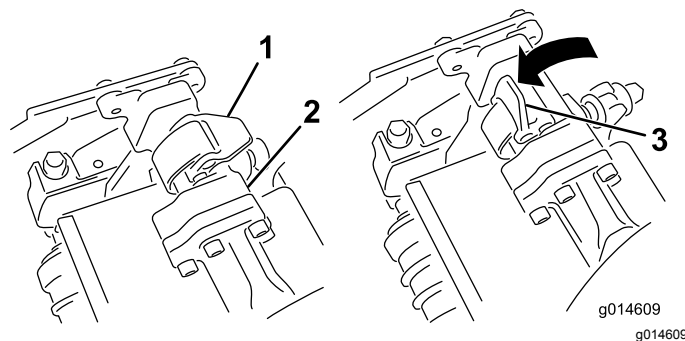
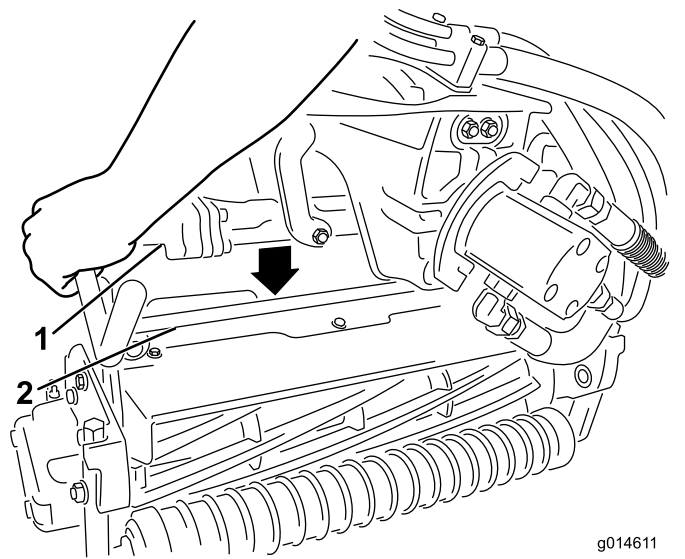

Рисунок 46
Рисунок 47
3. Когда защелки на штанге рычага подвески направлены вверх (т.е. открыты) (**Рисунок 46**), нажмите на рычаг подвески так, чтобы штанга села на поперечный стержень наверху режущего блока (**Рисунок 47**).
4. Опустите защелки и поверните вокруг стержня режущего блока и заблокируйте их (**Рисунок 46**).
- Откройте защелки на штанге рычага подвески режущего блока, который необходимо снять (Рисунок 46).